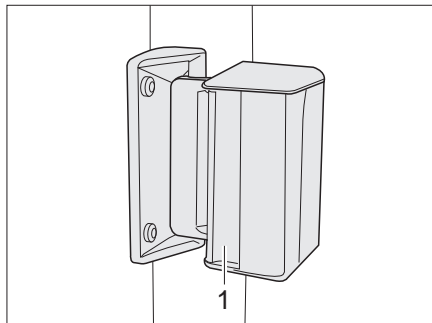

Bild 45 Schiebefenster
- Griff (Bild 45,1) drücken und gleichzeitig nach vorn oder hinten schieben oder ziehen.